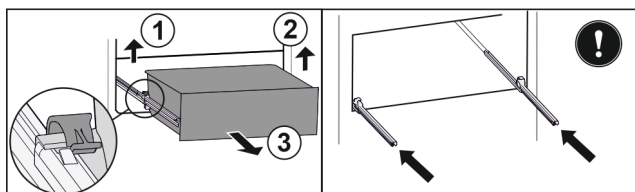

Fig. 102
- Linke Klemme anheben und gleichzeitig Schubfach links nach vorne ziehen. Fig. 102 (1)
- Rechte Klemme anheben und gleichzeitig Schubfach rechts nach vorne ziehen. Fig. 102 (2)
- Schubfach nach vorne entnehmen. Fig. 102 (3)